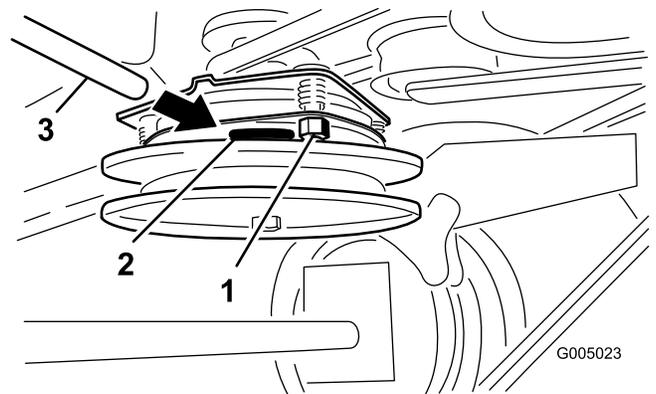

Figure 46
- Serrez les contre-écrous jusqu'à ce la jauge d'épaisseur fléchisse légèrement mais puisse bouger facilement dans l'entrefer (Figure 46).